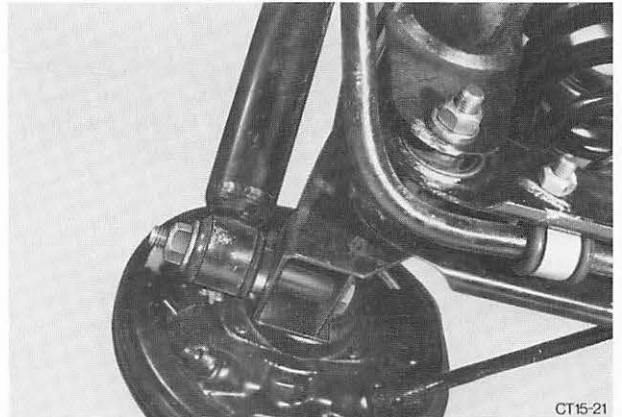

Abb. 26 Befestigung – Stoßdämpfer an Hinterachse
2. Hinterachse etwas anheben und Stoßdämpfer von der Achse abbauen (je 1 Bolzen mit Mutter, 1 Distanzscheibe). Abb. 26.